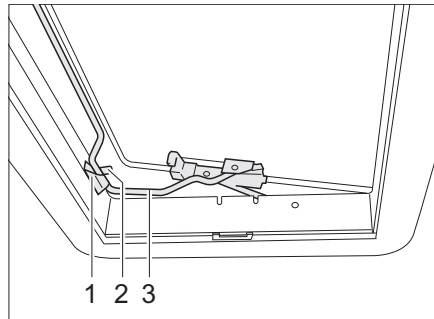

Bild 47 Heki-Dachhaube in Lüftungsstellung 2
- Bügel (Bild 47,3) in die Halterung (Bild 47,1) einlegen.
- Hebel (Bild 47,2) über den Bügel legen.